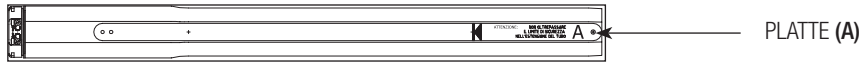

Abb. 7
3) DIE OBERHALB VON MOTORHÜLSE UND HAUBE (Abb. 1, Bez. 1 - 2) MONTIERTEN PLATTEN (Abb. 7, Bez. A) MÜSSEN WÄHREND DER MONTAGE DER ELEKTROWELLE AUF DER AUSSENSEITE DER FESTSTEHENDEN WELLE LAUFEN.